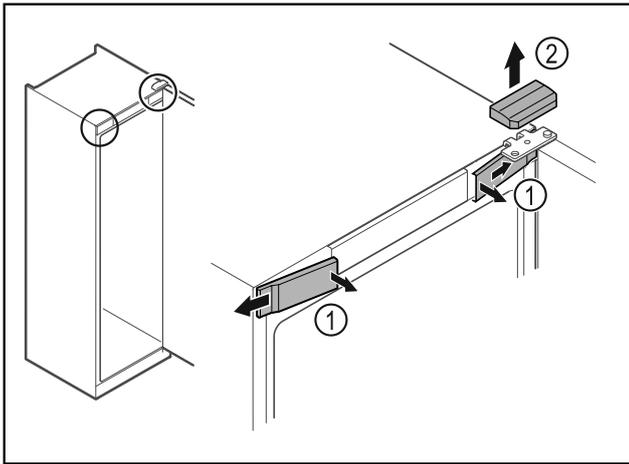

Fig. 8
- ▶ Desencajar las cubiertas delanteras Fig. 8 (1) del interior y dejarlas a un lado.
- ▶ Retirar hacia arriba la cubierta superior Fig. 8 (2).